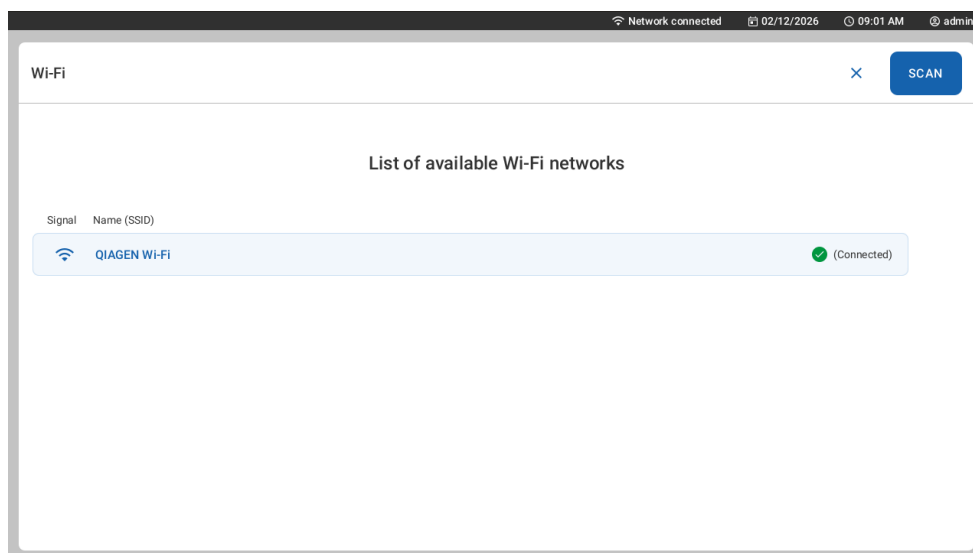

Abbildung 38. WLAN-Netzwerkstatus
- Eine Meldung am oberen Rand des Displays bestätigt die Verbindung mit einem WLAN-Netzwerk und der Netzwerkname wird blau mit dem Status **Connected** (Verbunden) angezeigt (Abbildung 38).